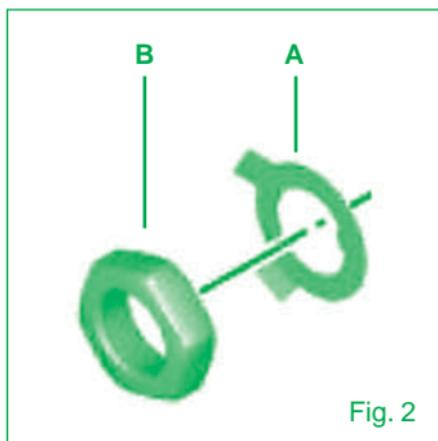

Fig. 2
- 5) Sollevare la linguetta della rondella di sicurezza (A) (Fig. 2).
- 6) Rimuovere il dado (B) della puleggia primaria (Fig. 2).
- 16) Ripiegare la linguetta della rondella di sicurezza (Part. A di fig. 2).